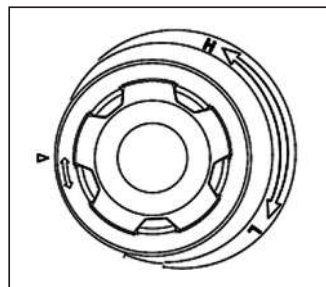

Рис. 12
- Глубина обработки устанавливается с помощью рукоятки регулировки (рис. 12).